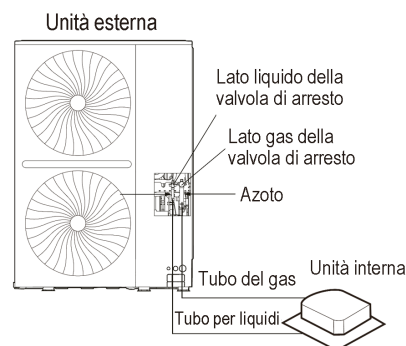

Fig. 5.35
8. Spurgare le altre aperture nello stesso modo, procedendo in sequenza dall'unità interna A verso le unità esterne. Vedere Fig. 5.35